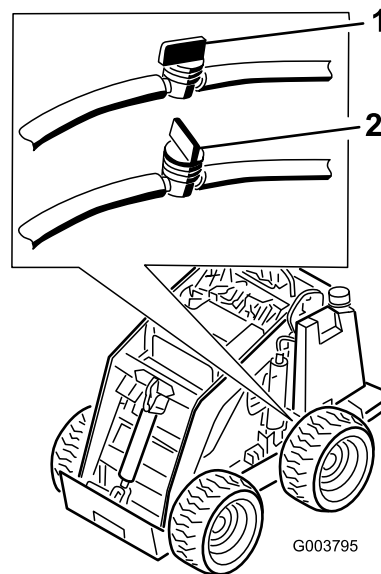

Рисунок 34
3. Закройте топливный клапан на днище топливного бака (Рисунок 34).
10. Откройте топливный клапан на днище топливного бака (**Рисунок 34**).
3. Закройте топливные клапаны в шлангах около днищ топливных баков (**Рисунок 34**).
11. Откройте топливные клапаны в шлангах около днищ топливных баков, как показано на Рисунок 34.